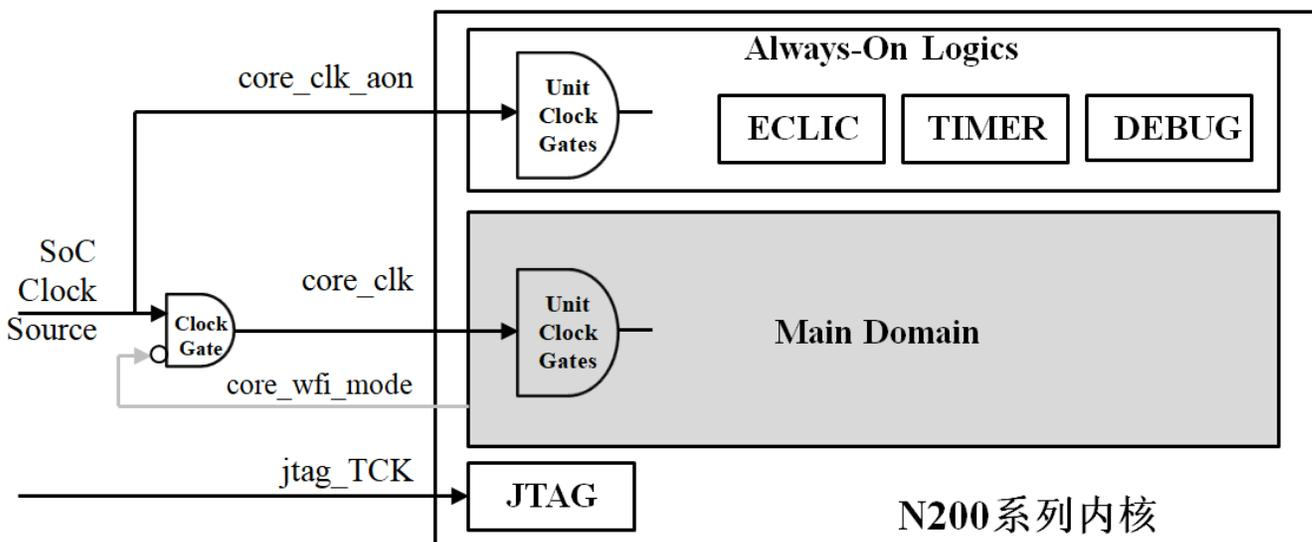

图 2-1 N200 内核时钟域示意图
N200 系列内核的时钟域划分如图 2-1 中所示，整个处理器内核分为两个彼此异步的时钟域：
- 如图 2-1 中，当成功的执行了 WFI 后，N200 系列内核的输出信号 `core_wfi_mode` 会拉高，指示此处理器核处于执行 WFI 指令之后的休眠状态；SoC 系统层面可以使用 `core_wfi_mode` 控制外部的总门控时钟将处理器内核的主工作时钟 `core_clk` 关闭。